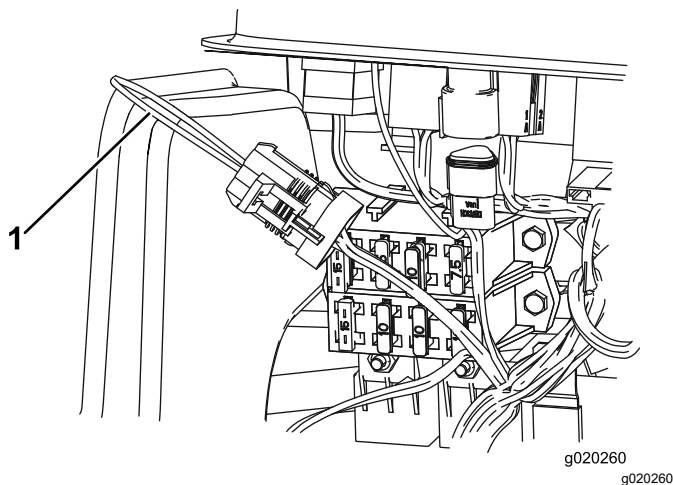

Рисунок 37
3. Найдите жгут проводов и шлейфовый разъем (Рисунок 37).